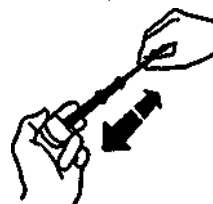

Рис. 16
- Извлеките мембрану баллона из защитной T-образной ручки в ПРЯМОМ НАПРАВЛЕНИИ. (См. рис. 16.)